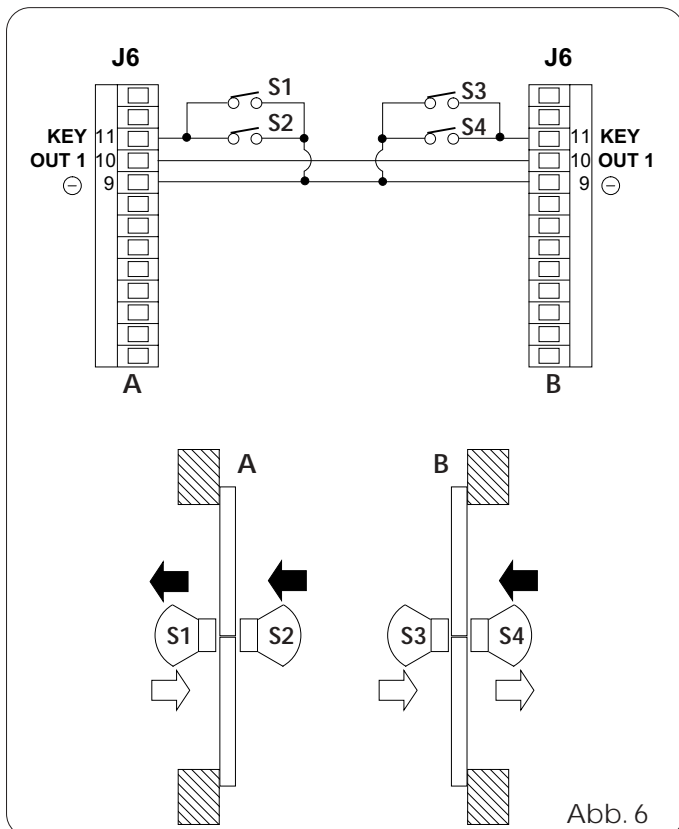

Abb. 6
- Die Anschlüsse zwischen den Klemmenleisten J6 der beiden Karten SDM und der Sensoren gemäß Abb. 6 ausführen.